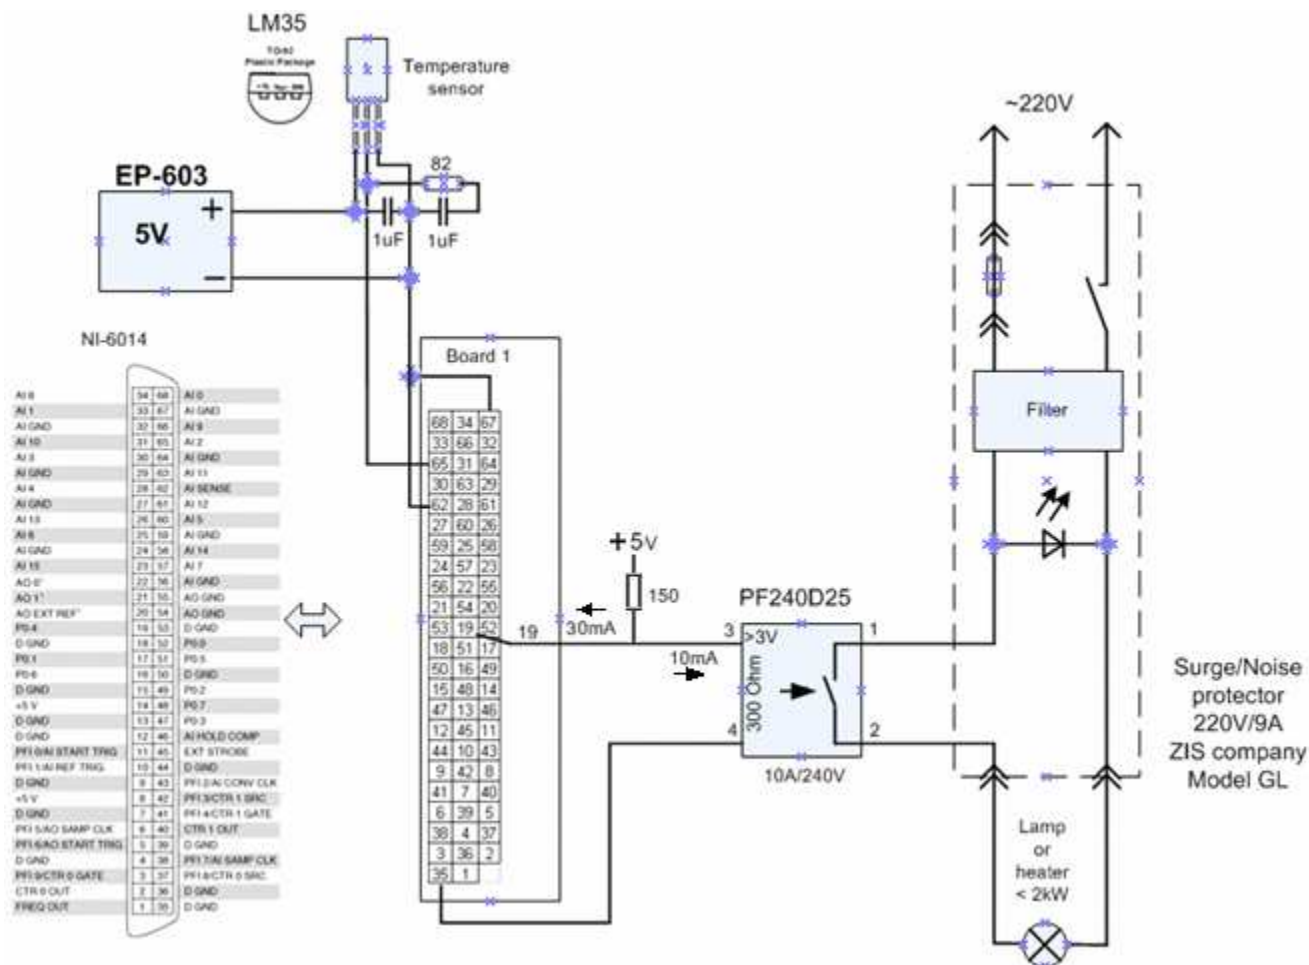

Рис. 6. Пример схемы электрических соединений релейной системы термостатирования на базе интерфейсной карты NI-6014.
2. На примере схемы (Рис. 6, Рис. 614) разработайте схему электрических соединений системы термостатирования.